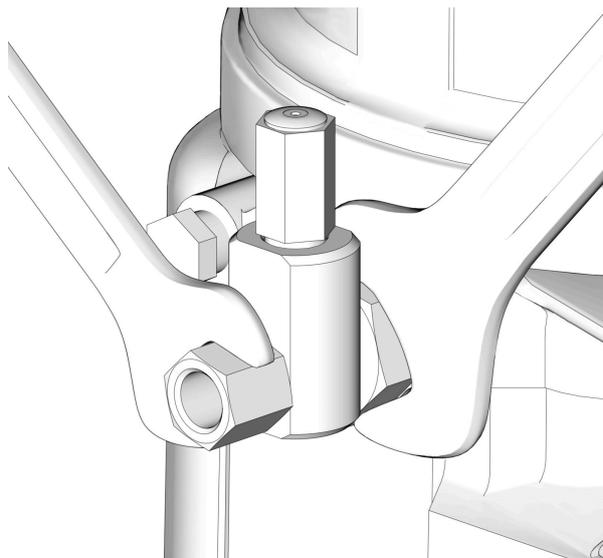

图 27
1. 松开泵元件管件（图 27）。
3. 用两个扳手从相反的方向拧紧泵元件管件（图 27）。